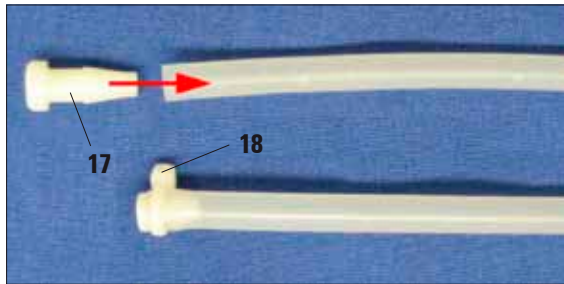

Fig. 27
Se forem necessárias apenas um ou duas estações de enxague, as mangueiras que não forem usadas devem ser vedadas com um plugue (17), consulte Fig. 27.
- Para isto, gire e empurre o plugue completamente na extremidade da mangueira e fixe-o com uma cinta de cabo (18).